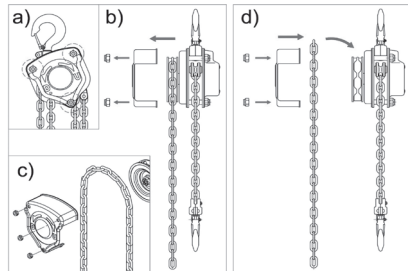

Fig. 4
- Das Hebezeug, einschließlich der Lastkette und der Haken, darf nicht von unbefugtem bzw. nicht autorisiertem Personal auseinandergelegt oder repariert werden, mit Ausnahme der Entfernung der Schutzabdeckung der Handkette, die für deren Austausch durch den Benutzer erforderlich ist. Bei nicht autorisierten Demontagen oder Reparaturen haftet Beta Utensili nicht für alle daraus entstehenden Folgen. Hinweis: Das Verfahren zum Auswechseln der Manövrierkette ist in Abbildung 4 dargestellt.